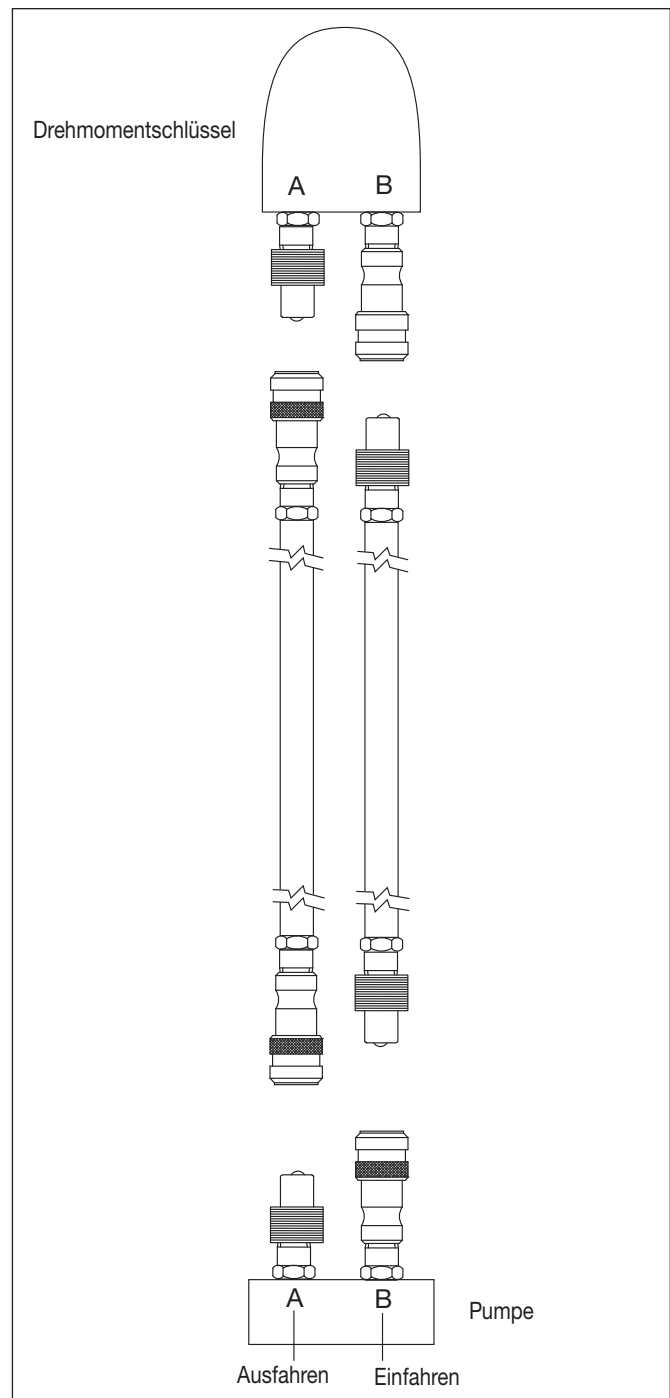

Abbildung 4: Anschlüsse am Drehmomentschlüssel
2. Schließen Sie die Schläuche wie in Abbildung 4 gezeigt an den Drehmomentschlüssel an. Ziehen Sie die Sicherungsringe der Kupplungen handfest an. Bei Verwendung der Kombination aus Pumpe und Drehmomentschlüssel von Enerpac sind die Schläuche und Kupplungen so ausgelegt, dass der Ausfahr-Anschluss der Pumpe nur mit dem Ausfahr-Anschluss des Drehmomentschlüssels und der Einfahr-Anschluss der Pumpe nur mit dem Einfahr-Anschluss des Drehmomentschlüssels verbunden werden kann.